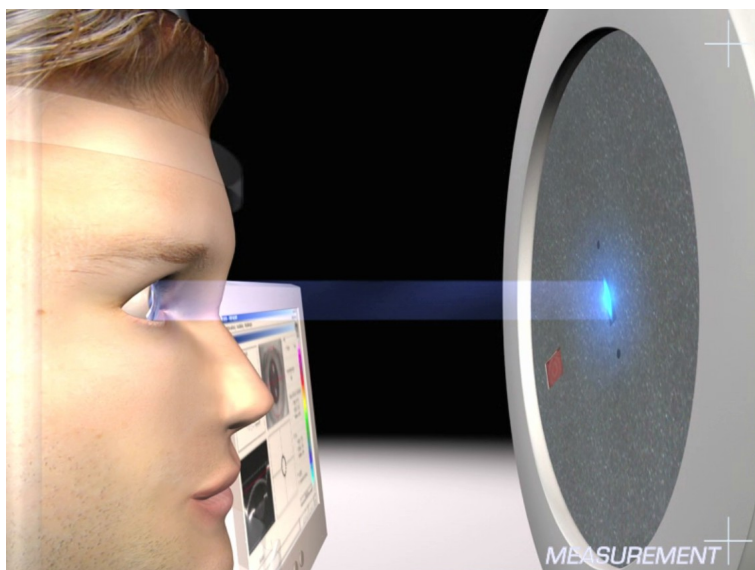

Fig.10: Luz de fenda na córnea
8. Olhe a partir do lado para o olho do paciente a ser examinado e certifique-se de que a luz de fenda azul ilumina a córnea → fig. 10 (página 34).